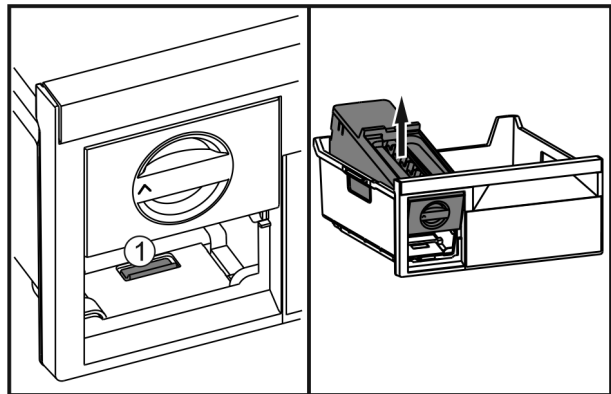

Fig. 50
- Appuyer sur la languette Fig. 50 (1), soulever l'EasyTwist-Ice depuis l'arrière et le faire sortir du tiroir de congélation.